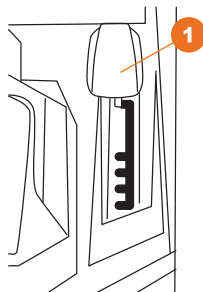

Рис. 10
Регулировка глубины обработки осуществляется с помощью рычага регулировки глубины ❶, который имеет 5 позиций (Рис. 10):